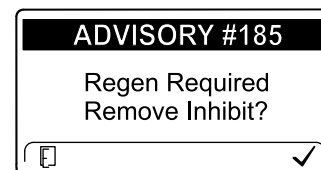

Figura 43
**Nota:** Se l'InfoCenter è impostato per inibire la rigenerazione, ogni 15 minuti l'InfoCenter visualizza il messaggio ADVISORY #185 (Figura 43), mentre il motore richiede una rigenerazione di ripristino.